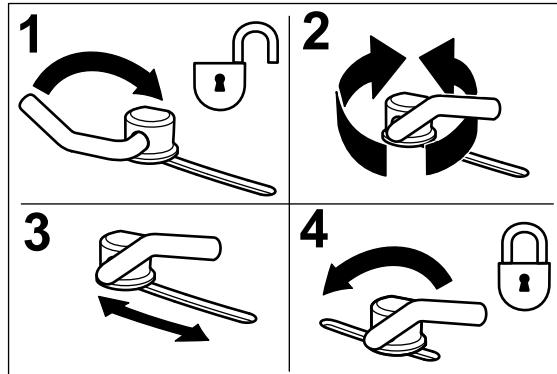

Figura 14
1. Ajuste los bloqueos de leva levantando la palanca para aflojar el bloqueo de leva (Figura 14).
3. Devuelva la palanca a su posición original para apretar el deflector y los bloqueos de leva (Figura 14).